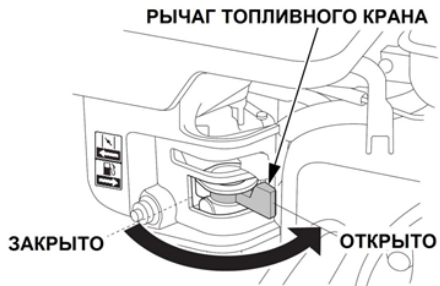

Рис. 19 Рычаг топливного крана
3. Откройте топливный кран переводом рычага вправо (Рис. 19).